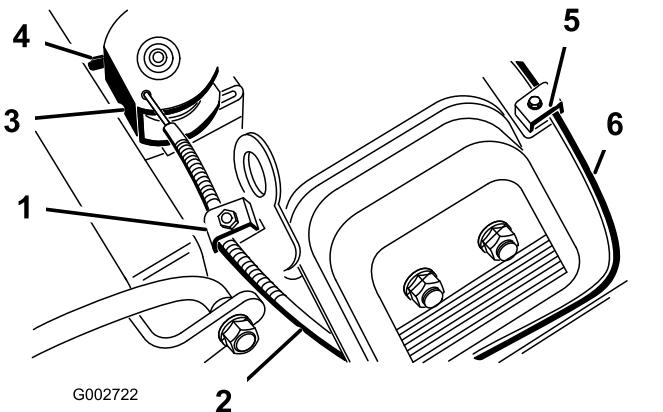

図 38
- スロットルケーブルをエンジンに固定しているクランプのねじをゆるめる図 38。
- スロットルケーブルを十分に引いて、スイベルの後部をストップに接触させる図 38。
- チョークケーブルをエンジンに固定しているクランプのねじをゆるめる図 38。
- チョークケーブル(図 38)を十分に引いてチョークを完全に閉じ、その位置でクランプのねじを締める。